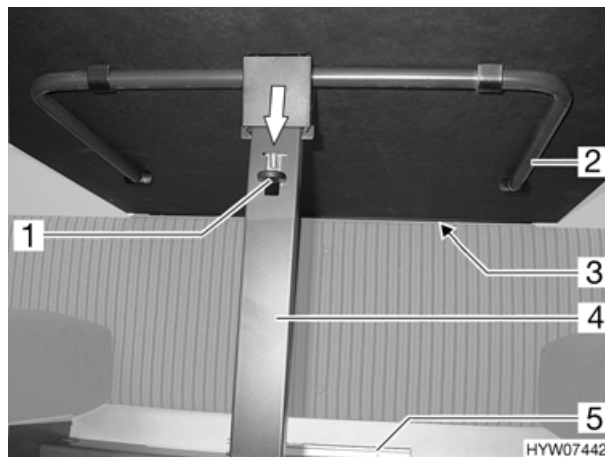

Fig. 30 Tavolo sospeso
- Spingere l'arresto (Fig. 30,1) nella direzione indicata dalla freccia e mantenerlo premuto.
- Ripiegare il piede del tavolo (Fig. 30,4). Il puntello (Fig. 30,2) nel frattempo si ribalta automaticamente.
- Sganciare il tavolo sospeso dalla sbarra di aggancio superiore (Fig. 30,3).
- Agganciare il tavolo sospeso nella sbarra di aggancio inferiore (Fig. 30,5) e fissarlo sul puntello.